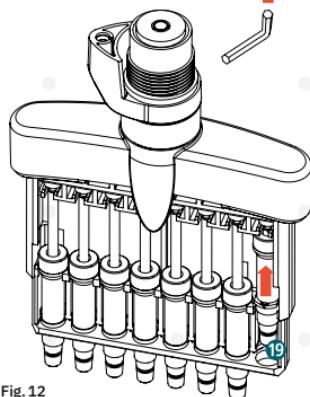
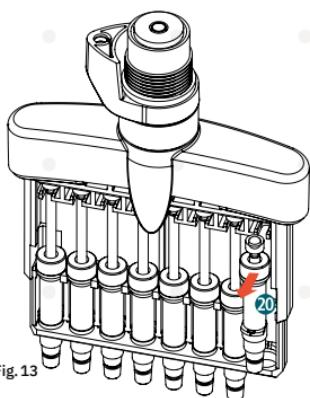

Fig. 12
Fig. 13
- Le cylindre du piston 19 est repoussé vers le haut (Fig. 12), vous pouvez alors facilement retirer l'ensemble de piston complet 20 (Fig. 13) par l'avant et nettoyer sa surface extérieure à l'aide d'une solution désinfectante à base d'alcool. Regraissez le piston avec la graisse pour pistons STARLAB d'origine (voir section 8 Codes de commande).